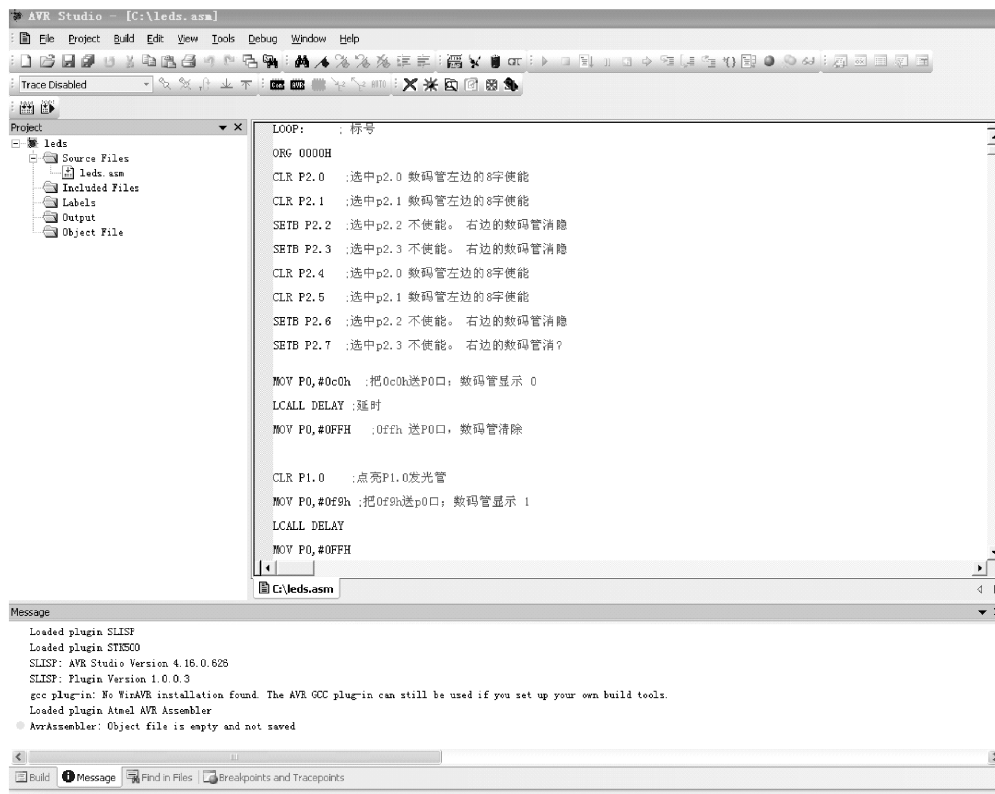

图 3-9 编译源文件
1) 选择菜单项 Build, 或使用快捷键 F7, 或单击工具栏上对应的工具按钮, 对汇编源文件进行编译 (见图 3-9)。